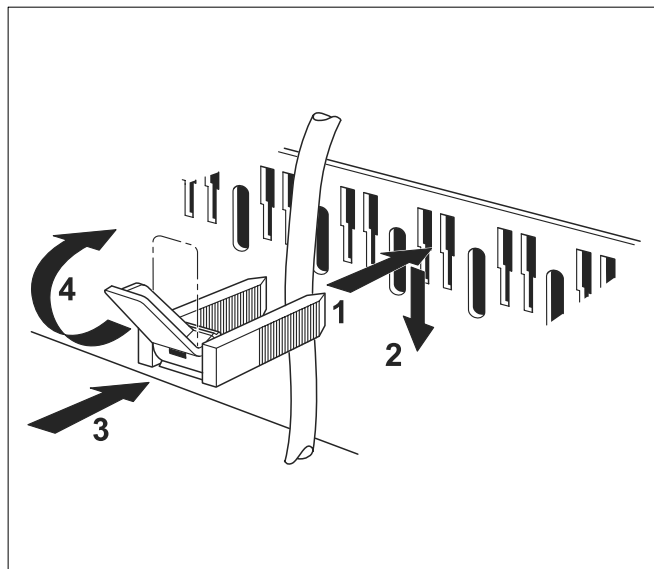

Fig. 29 Asigurarea cablurilor prin prindere cu bride
- Introduceți brida așa cum se arată în fig. 29, cu cablul introdus de sus în jos în deschiderea ramei de fixare a bridelor (fig. 29, **etapa 1**).
- Împingeți brida în jos (fig. 29, **etapa 2**).
- Împingeți în față (fig. 29, **etapa 3**).
- Deplasați pârghia în sus (fig. 29, **etapa 4**).